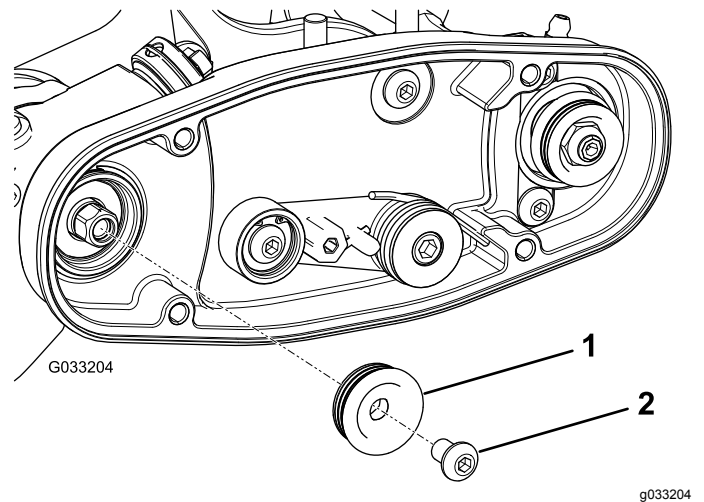

Figura 12
2. Instale a polia da transmissão no veio do rastelo (Figura 12).
3. Aplique Loctite 242 (azul) no parafuso sextavado da transmissão e utilize o parafuso para prender a polia no eixo da transmissão; consulte Figura 12.